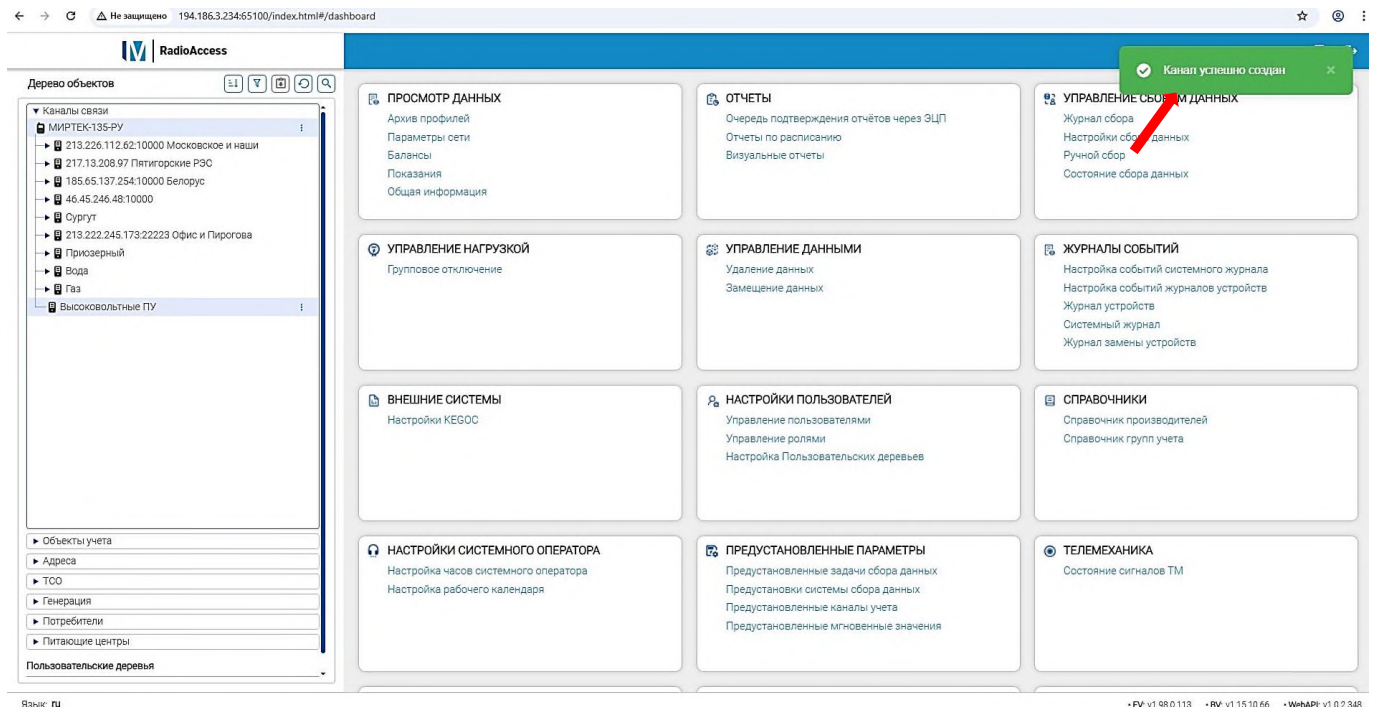

Рисунок 3.6.
3.2.5 Должно появиться сообщение «Канал успешно создан», рисунок 3.6.